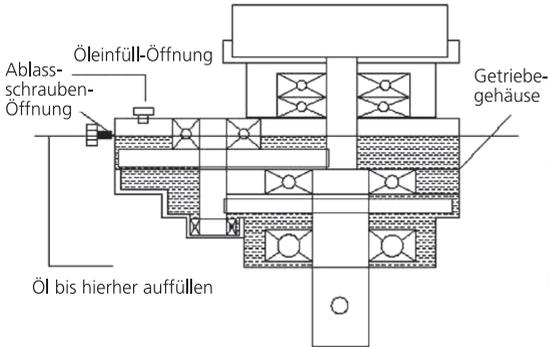

Abbildung 1
3. Öl nachfüllen (siehe Abb. 1)